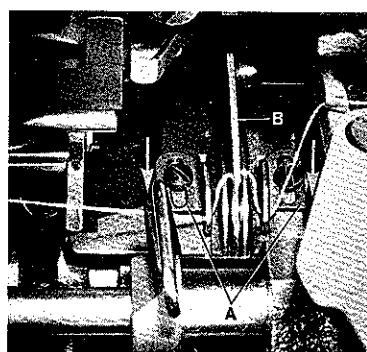

Fig.28
Repositioning eyelets (A, Fig.28) in direction of the arrows to the front increases the amount of looper thread in the system, repositioning to the rear decreases the amount of thread in system.
Durch Verschieben der Fadenführungen (A, Fig.28) in Pfeilrichtung nach vorne wird mehr durch Verschieben nach hinten wird weniger Greiferfaden abgezogen.
The finger (B, Fig. 28) controls the looper thread after "cast-off", it prevents the looper thread from being wiped under the blade of the looper, when the looper moves from the right to the left. Set the finger (B) accordingly and make sure that it centers exactly between the take-up discs.
Der Finger (B, Fig. 28) kontrolliert den Greiferfaden nach dem "Abspringen", er verhindert, daß der Greiferfaden unter die Greiferklinge gezogen wird, wenn sich der Greifer von rechts nach links bewegt. Stellen Sie den Finger (B) entsprechend und beachten Sie, daß er genau mittig zwischen den Aufnehmerscheiben steht.